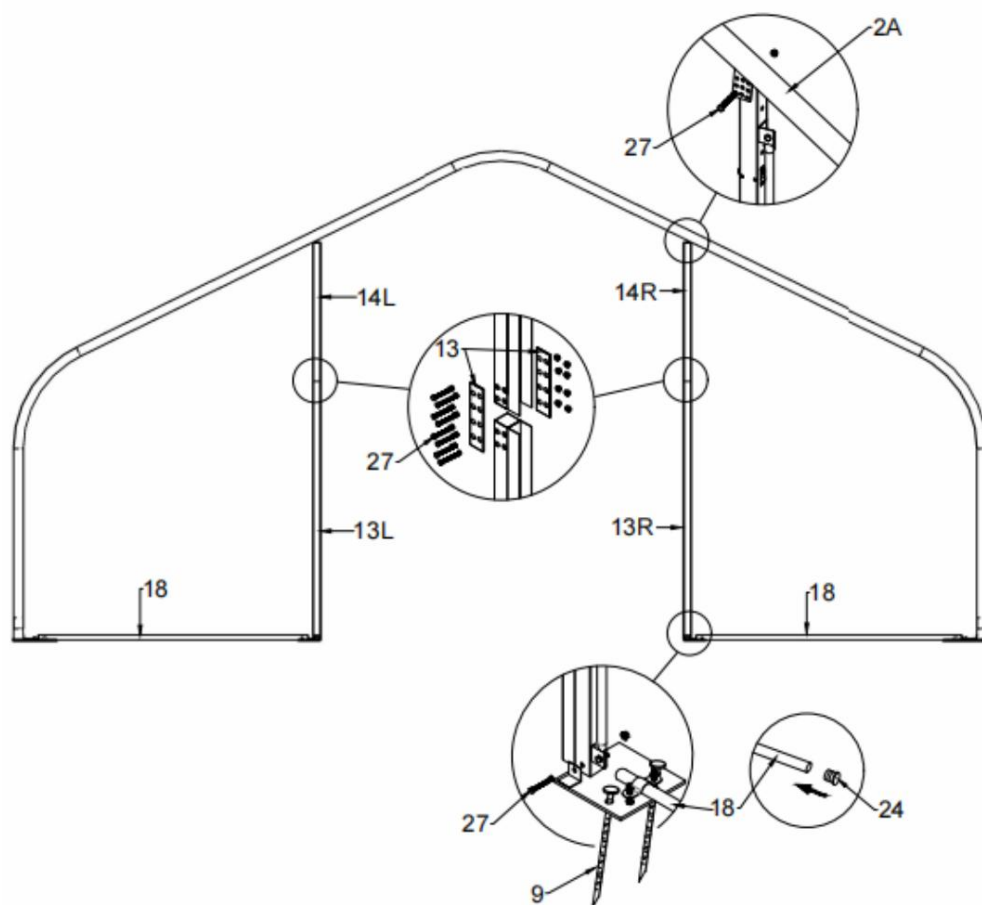

Figure 5
1. Après avoir assemblé les arches, veuillez assembler le mur avant et le mur arrière comme indiqué sur l'image (Figure 5,6,7) ci-dessus.